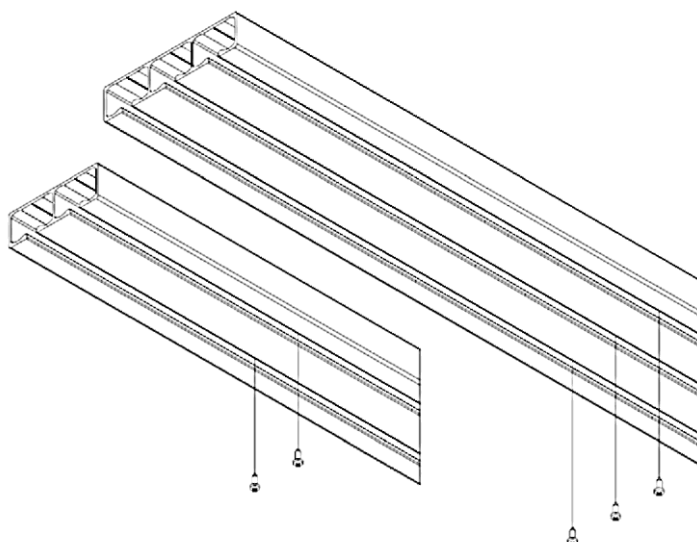

Abb. 3
3. Befestigen Sie die obere Führung mit den angebrachten Schlitten mit ST4.2x13 Schrauben entsprechend der Verteilung der Öffnungen in der Führung an der Stahlunterkonstruktion (Abb.3).